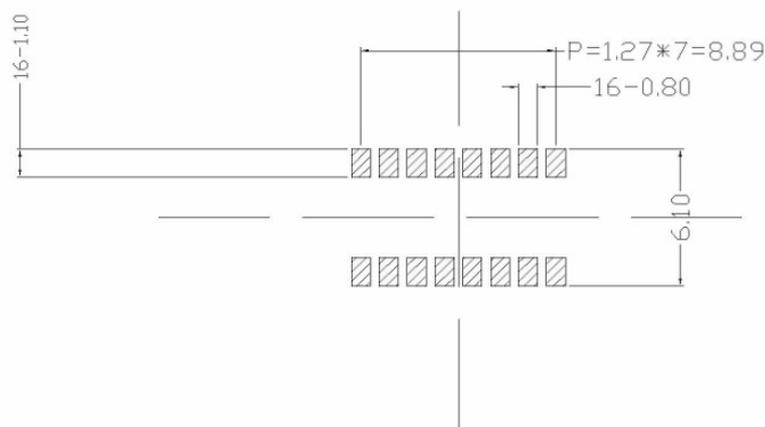

図2 フットパターン
タイミング図 2 (電子シャッタ機能使用例)
実装基板のフットパターンとして、図2のものを推奨します。
- 2) メタルマスクパターンは、図2に対して100%を推奨します